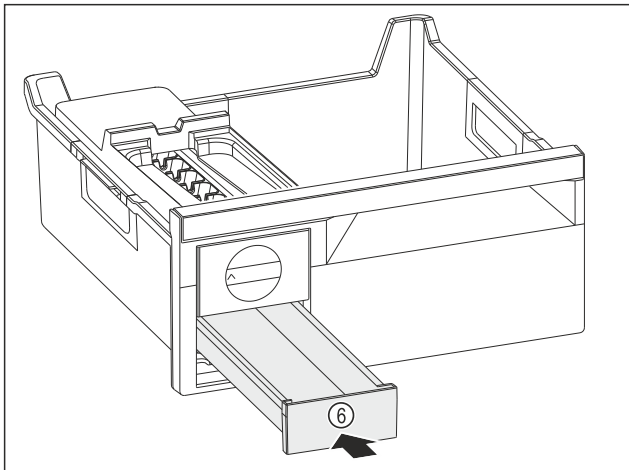

Fig. 111
- ▶ IJsblokjesvak Fig. 111 (6) inschuiven.